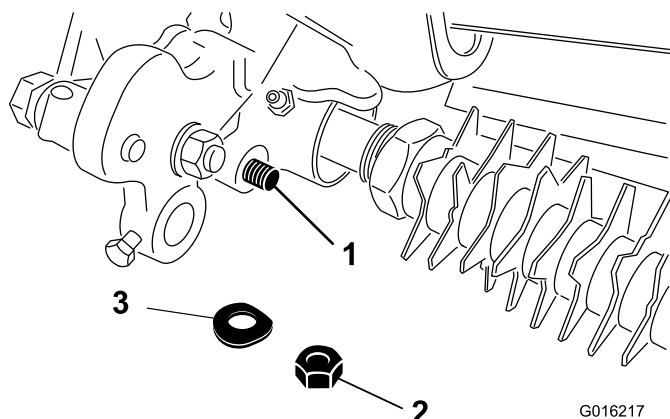

Figura 11
23. Sujete el extremo de la varilla del conjunto del brazo de ajuste al conjunto de transmisión del acondicionador con una arandela Belleville y una contratuerca (Figura 11).
28. Sujete el extremo de la varilla del conjunto del brazo de ajuste al conjunto de transmisión del acondicionador con una arandela Belleville y una contratuerca (Figura 11).